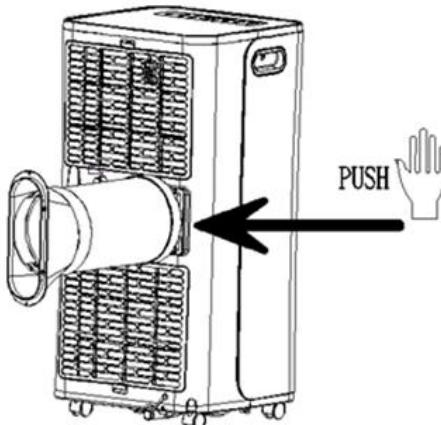

Figura 1
- 2) introduceți ansamblul țevii de eșapament (capătul racordului de eșapament) în fanta de aerisire de pe panoul posterior (împingeți înspre stânga) și terminați asamblarea (conform celor din figura 1).